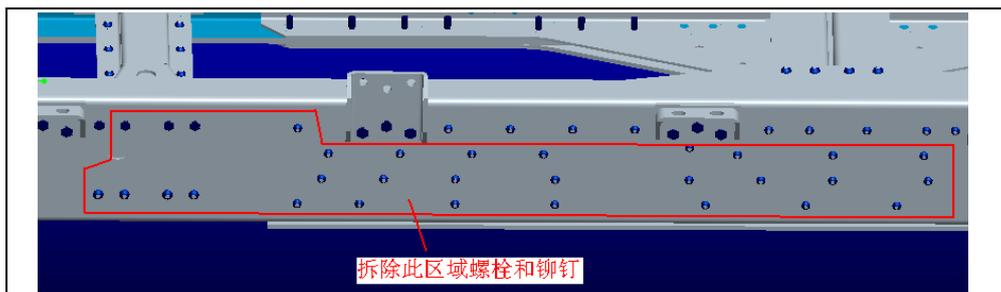
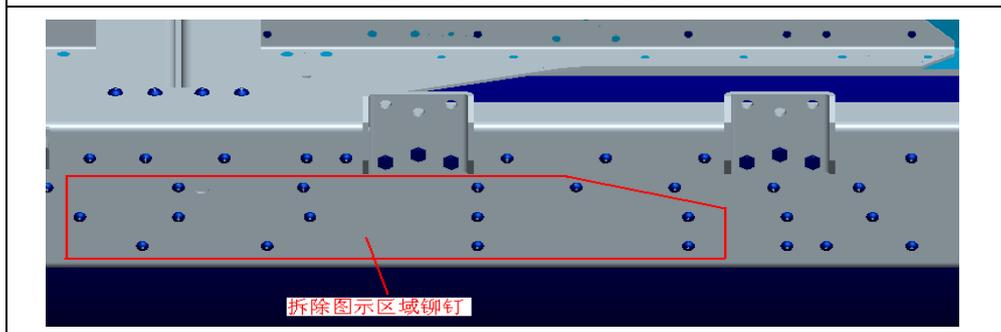

图 2、左纵梁铆钉拆除示意图一
图 3、左纵梁铆钉拆除示意图二
- b、根据图 2 和图 3 所示结构，拆除红色区域内铆钉和螺栓；